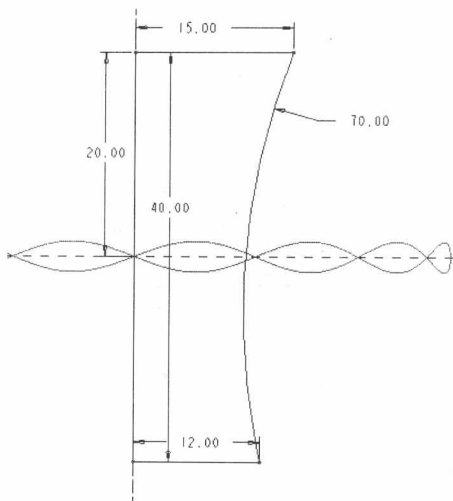

图1-5
(1) 单击  按钮启动旋转工具。
(2) 在设计界面空白处长按鼠标右键，从弹出的快捷菜单中选择【定义内部草绘】命令。
(3) 选取“TOP”面为草绘平面，然后单击鼠标中键进入草绘模式。
(4) 绘制如图 1-5 所示的草绘截面，注意竖直旋转中心线的绘制，随后退出草绘环境。